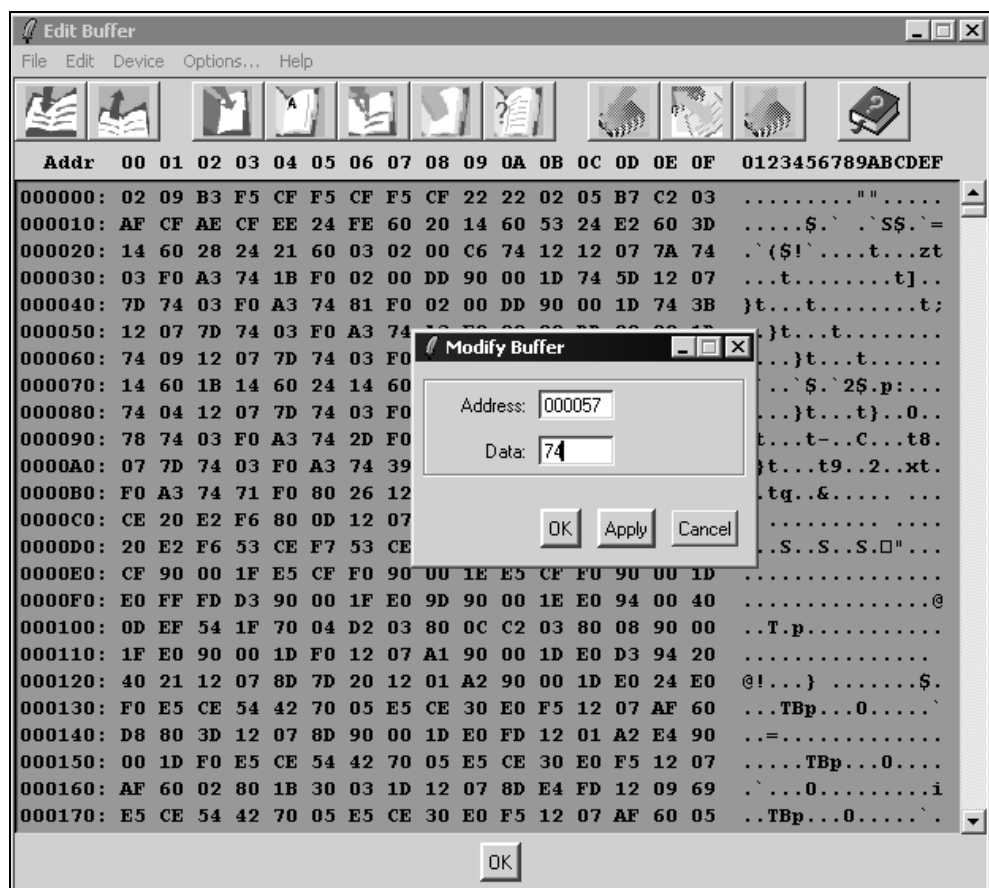

Рис. 13.7. Редактирование буферов памяти в программе FLIP
- ☐ возможность ручного редактирования буферов памяти (рис. 13.7);